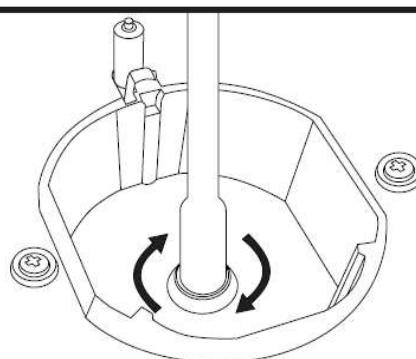
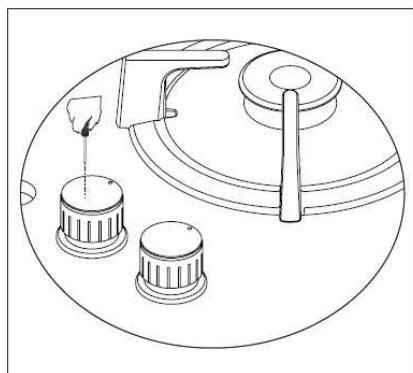
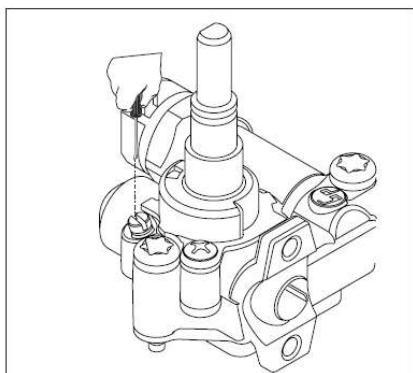

Рис. 3
Рис. 4
Рис. 5
5. Закрепите варочную поверхность на столешнице при помощи скоб и шурупов, поставляемых в комплекте (рис.3 и рис.4).
6. В случае если установка духового шкафа не предусмотрена и есть свободный доступ к нижней части варочной поверхности, то в данном случае необходимо использовать деревянную панель, расстояние между прибором и панелью должно составлять минимум 30 мм. (рис.5).
7. Если прибор устанавливается в непосредственной близости от стены, минимальное расстояние между стеной и прибором должно составлять минимум 50 мм. (рис.5)
4. Выкрутите жиклер (Рис. 3) и замените на подходящий. Снимите ручку управления, соответствующую данной конфорке (Рис. 4), отрегулируйте положение регулировочного винта, который находится в центре газового крана (Рис. 5). Используйте отвертку подходящего размера.